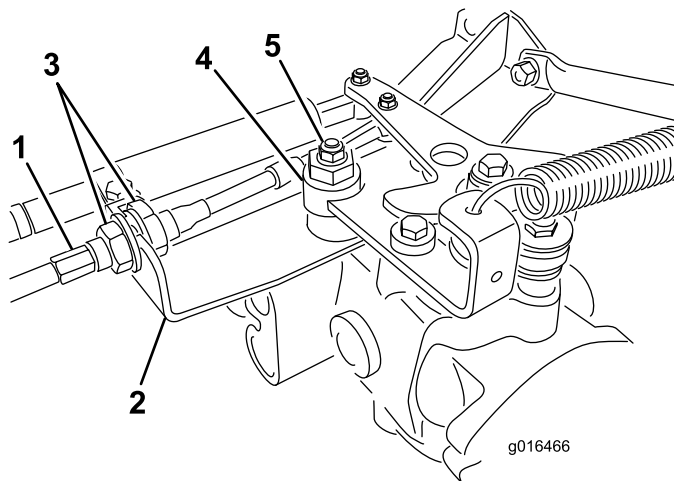

Figure 39
- A. Desserrez les deux écrous de blocage qui fixent le câble de commande de transmission à la traversée sur l'hydrostat (Figure 39). Desserrez les écrous de blocage uniformément et suffisamment pour permettre le réglage.
Remarque: Desserrez l'écrou de fixation de l'excentrique en haut de l'hydrostat (Figure 39).
- E. Lorsque la roue arrête de tourner, serrez l'écrou pour bloquer l'excentrique et le réglage (Figure 39).
- G. De chaque côté de la traversée, serrez les contre-écrous uniformément pour fixer le câble de transmission à la traversée (Figure 39). Ne tordez pas le câble.